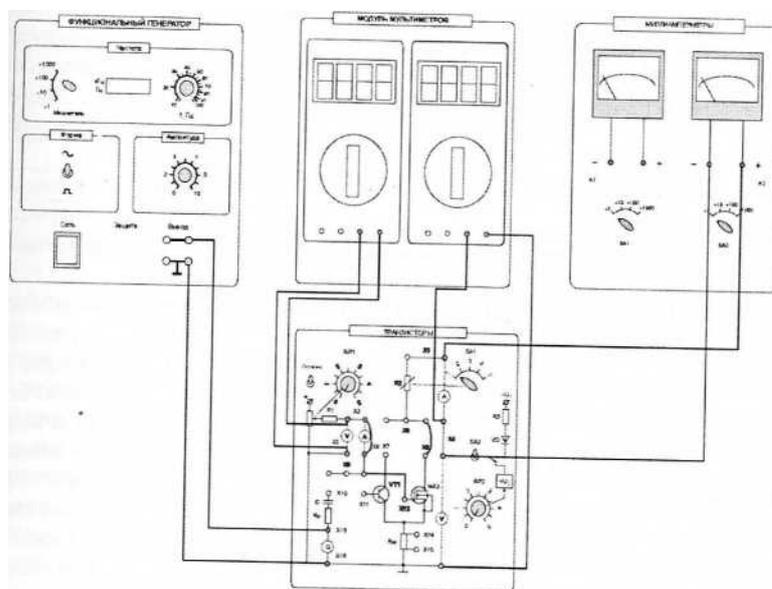

Рис. 4
3.1. Ознакомьтесь с лабораторным модулем для исследования транзисторов. Собрать схему для снятия характеристик полевого транзистора (рис. 4). Соединить перемычками гнезда X2 - X6 и X9-X12. Между гнездами X1-X4 включить миллиамперметр на пределе 100 мкА (или мультиметр в режиме измерения постоянного тока). Соединить перемычкой гнезда X3-X8. Включить вольтметр с пределом 15 В мультиметр в режиме измерения постоянного напряжения) между гнездами X4 - X16. Тумблер SA2 установить в нижнее положение.